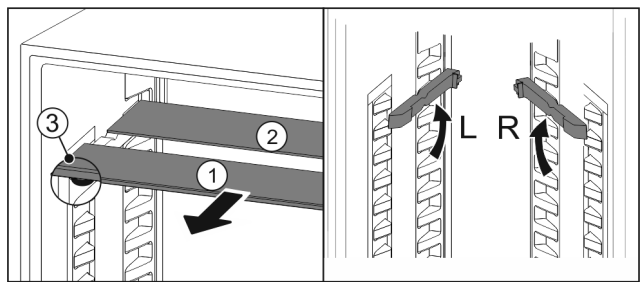

Fig. 94
- ▶ Glasplatten einzeln nach vorne herausziehen *Fig. 94 (1)*.
- ▶ Glasplatte *Fig. 94 (1)* mit Zierleiste liegt vorne.
- ▶ Stopps *Fig. 94 (3)* zeigen nach unten.